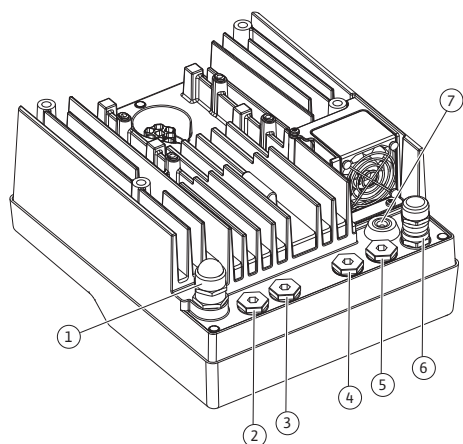

Fig. 19: Kableske uvodnice/skoznjiki za kabel
4. Priključni kabel speljite skozi kabelsko uvodnico M25 (Fig. 19, poz. 1). Kabelsko uvodnico privijte s predvidenim navorom.